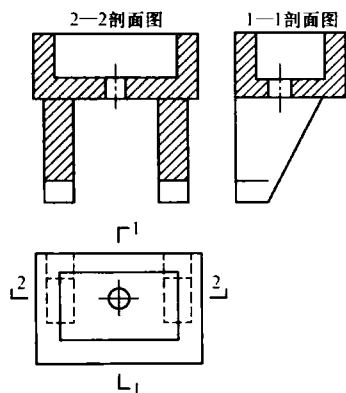

图 1-9 剖面图
(3) 编号。用阿拉伯数字编号，并注写在剖视方向线的端部，编号应按顺序由左至右、由下至上连续编排，如图 1-9 所示。
2) 垂直剖面图。若剖切平面垂直于水平投影面所得到的剖面图称为垂直剖面图, 图 1-9 中的 1—1 剖面称为纵向剖面图, 2—2 剖面称为横向剖面图, 两者均为垂直剖面图。
1) 全剖面图。用一个剖切平面将形体全部剖开后所画的剖面图。如图 1-9 所示的两个剖面为全剖面图。